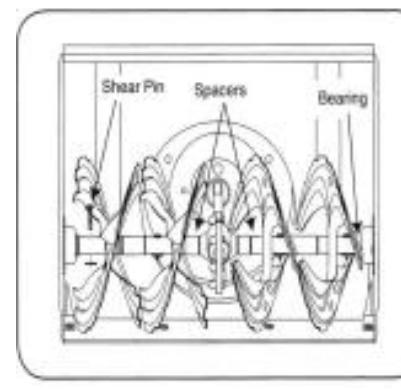

Рисунок 26
- Шнек крепится к спиральному валу двумя срезными штифтами и шплинтами-бабочками. При попадании в шнек твердого постороннего предмета или куска льда эти штифты могут срезаться (см. рис. 26).